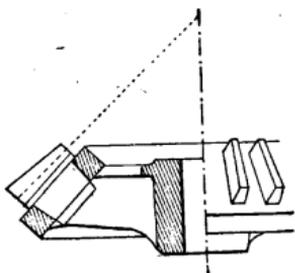

Fig. 41.
**Alluchon** (fig. 41). — Dent d'engrenage rapportée sur la couronne d'une roue en fonte. Les alluchons se font en bois dur sans défauts : chêne, cormier, ou en cuir vert ; exceptionnellement en bronze. L'alluchon est ajusté à force dans la mortaise ou lumière de la couronne. Si à l'usage il se produit du ballotement, on entoile la dent, c'est-à-dire que la queue est garnie de toile imbibée d'huile de lin ou de céruse, puis elle est chassée de nouveau à frottement dur.
Fig. 41 a.